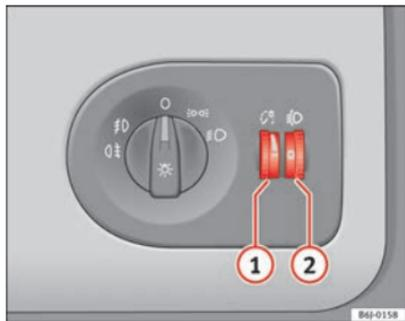

Abb. 55 In der Instrumententafel: Regler für die Instrumenten-/Schalterbeleuchtung und Leuchtweitenregulierung
Bei eingeschaltetem Licht lässt sich die Helligkeit der Instrumenten- und Schalterbeleuchtung durch Drehen des Rändelrades → Abb. 55 ① stufenlos regulieren.